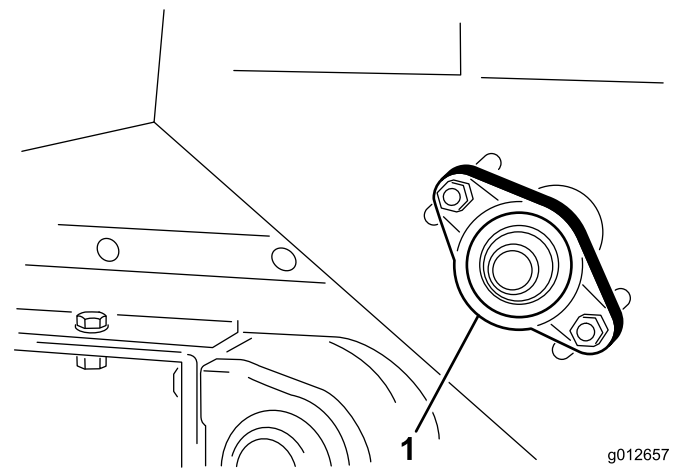

Bild 40
1. Lösen Sie die Muttern, mit denen das Lagergehäuse (Bild 40) an der rechten Seite der Maschine befestigt ist.